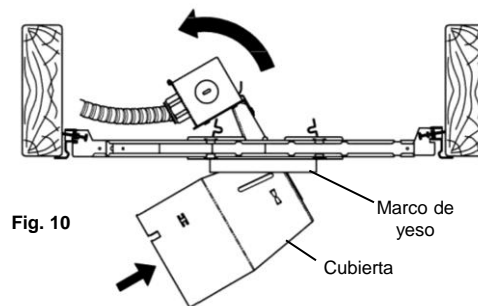
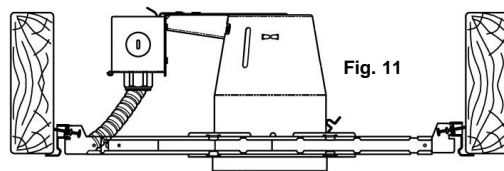

Fig. 10
Fig. 11
6. Deslice la cubierta a través del orificio del techo (Fig. 10 & Fig. 11)